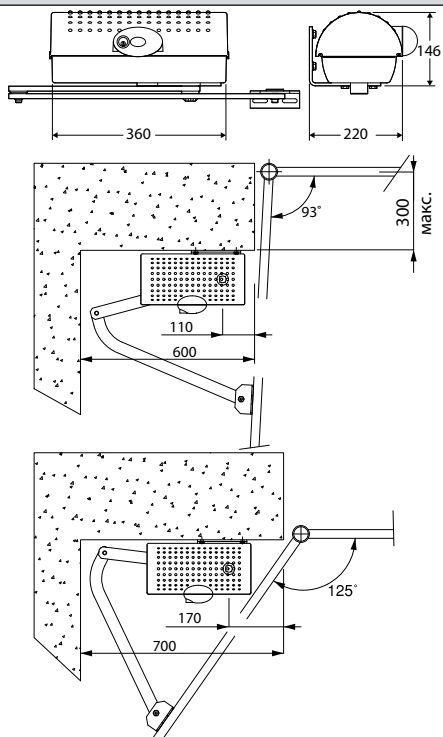
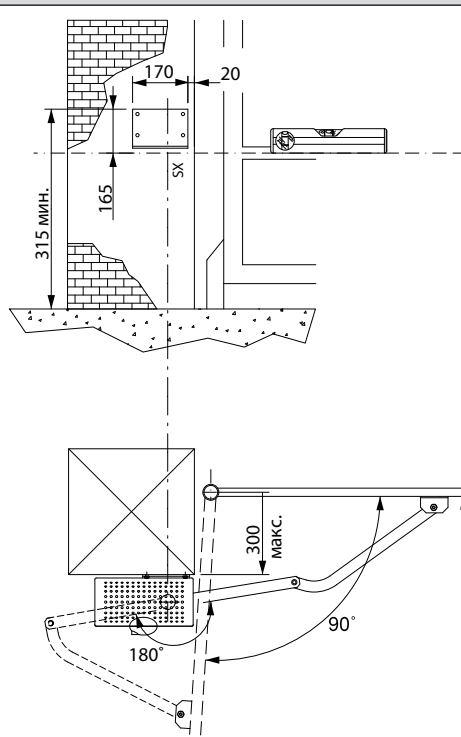
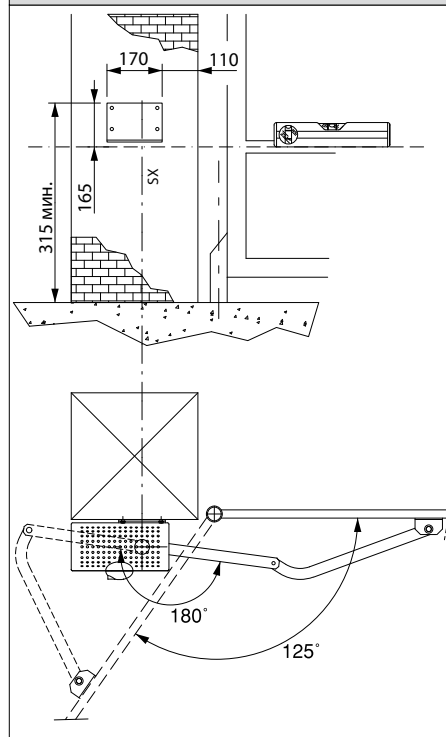

Рис. 2
Рис. 3
Рис. 4
## 5) КРЕПЛЕНИЕ ЗАДНЕГО КРОНШТЕЙНА (Рис.2).
- В комплекте привода имеется задний кронштейн и складной рычаг. Закройте ворота. От центра усиленного места створки ворот, проведите воображаемую горизонтальную линию до заднего кронштейна. Закрепите кронштейн соответственно значениям приведенным на Рис. 2, для открывания до 90°, или на Рис. 3, для открывания от 90° до 125° макс. Кронштейн должен быть закреплен горизонтально и перпендикулярно к створке ворот. Используйте для крепления к столбу дюбеля или анкерные болты. Если поверхность столба не ровная, используйте анкерные шпильки с гайками, чтобы можно было регулировать кронштейн (Рис. 4).